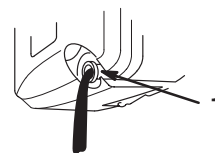

Figure 28
5. Basculez la tondeuse sur le côté **gauche** pour permettre à l'huile de s'écouler dans le bac de vidange (Fig. 28).